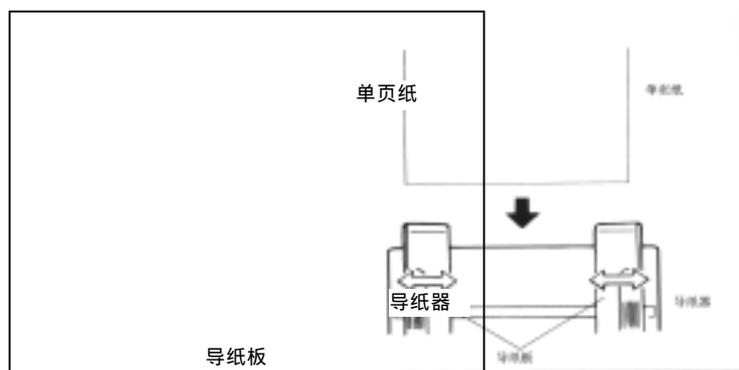

图 3-3 调节导纸板
4. 在导纸板之间装入单页纸时，将打印面朝下（如图 3-3 所示），把纸向下轻轻推入，要确保打印纸处于良好的进出状态。